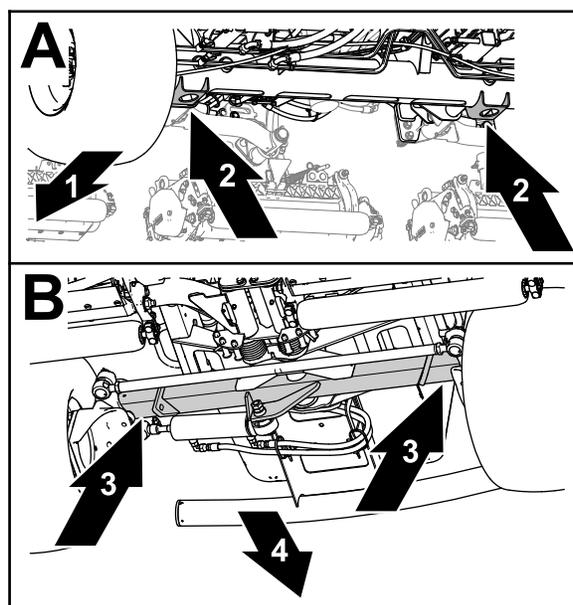

Figura 103
- Anteriore - le staffe del martinetto del tubo dell'asse anteriore (Figura 103).